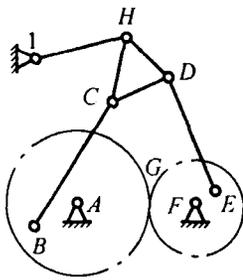

图 1-31
10. 试计算图 1-31 所示机构的自由度, 若有复合铰链、局部自由度、虚约束, 必须指明。